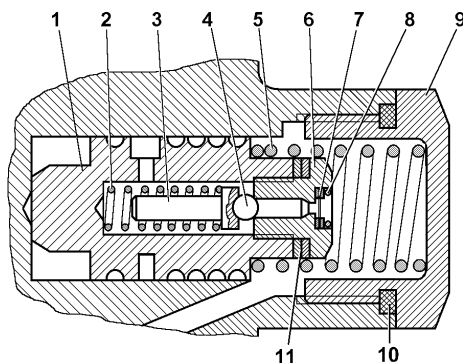

Рис. 7.7. Расходный и предохранительный клапаны насоса:
1. Отверните пробку-заглушку 9 (рис. 7.7), рас-